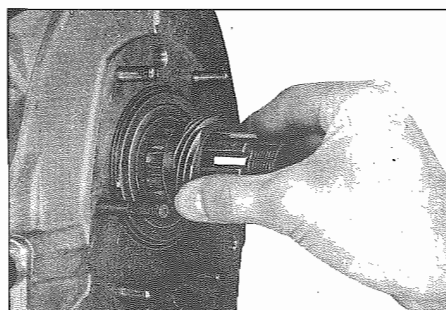

Fig. 51 - Montaggio della vite senza fine
- Montare la vite senza fine del tachimetro come indicato nella Fig. 51 e spingerla con la bussola n. 9 fino all'appoggio contro l'anello interno.
- Attach tachometer worm as shown in Fig. 51 and press also with bushing 9. up to stop on inner race.